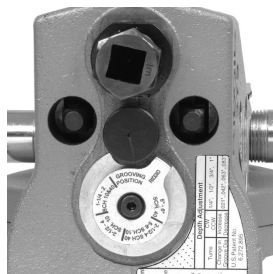

Figure 5 – Jauge en position de rainurage
- Assurez-vous que la jauge de profondeur de rainure se trouve en position de rainurage (Figure 5)